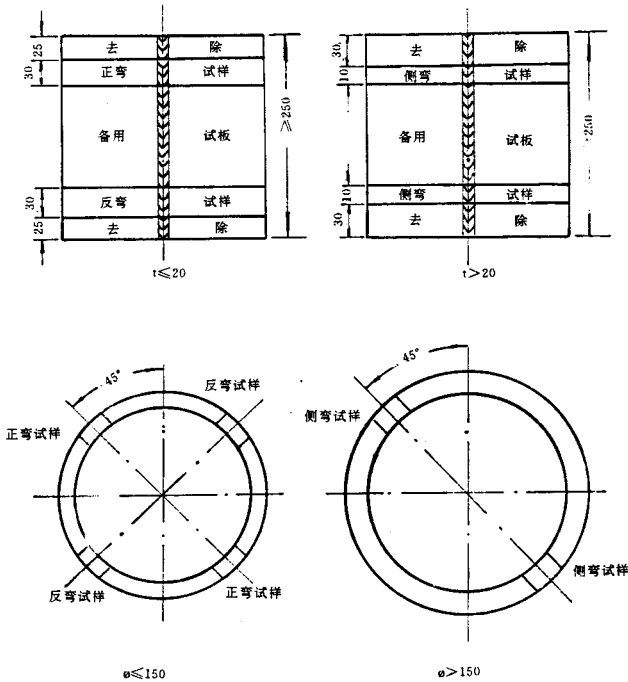

图 3 弯曲试样切取图
5.2.2 弯曲试样应采用机械加工方法从焊接试件中切取,见图 3。